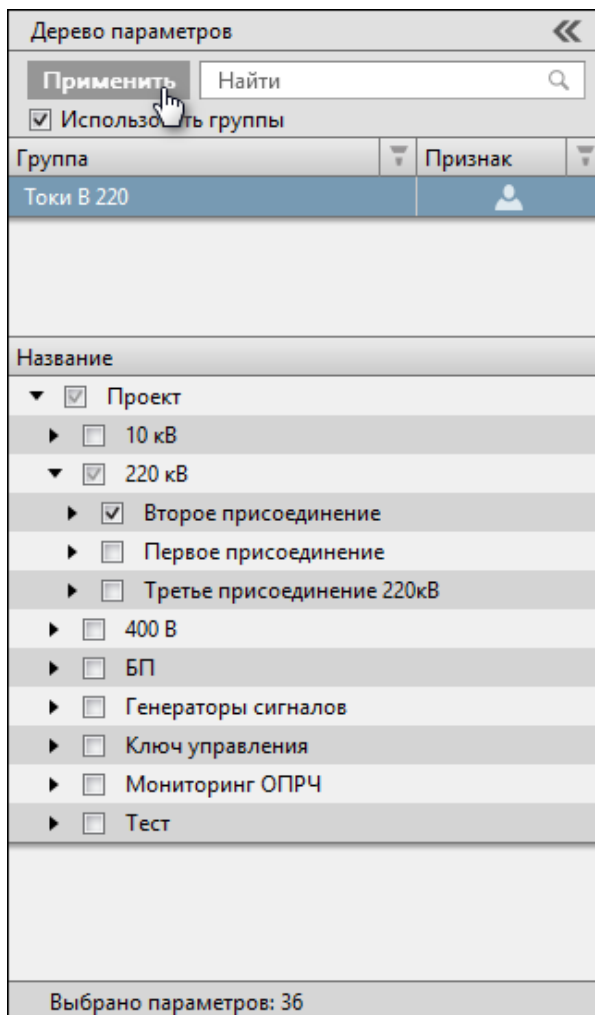

Рисунок 32 - Редактировать группу сигналов
4. Нажмите **Применить** (Рисунок 32).